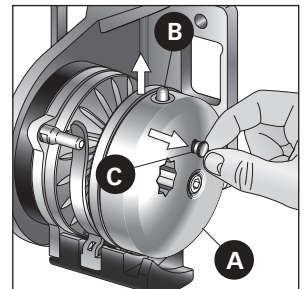

FIG. 2
- Tirare il pomello **C** fino alla completa fuoriuscita del perno **B** (come fig. 2).